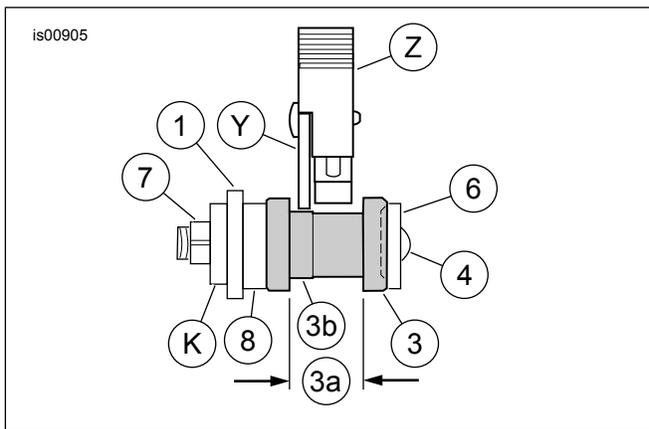

**Figura 3. Instradamento del tubo flessibile dell'aria sui modelli del 2003 e successivi**
7. Per i modelli dal **1997 fino a tutto il 2001**, fissare i due raccordi dell'aria attraverso i due fori inferiori (segnati con "F" e "R") nella staffa del lato destro. I modelli **2002** hanno solo un raccordo dell'aria, che deve essere installato nel foro segnato "F" sulla staffa del LATO DESTRO. Per i modelli dal **2003 in poi**, vedere la Figura 3. Rimuovere il tubo flessibile dell'ammortizzatore del **lato sinistro** dalla valvola dell'aria e reinstrarlo sotto l'attacco superiore dell'ammortizzatore. Reperire il foro non utilizzato in posizione più arretrata nella parte inferiore del coperchio del supporto del parafango, direttamente di fronte all'ammortizzatore di sinistra. Utilizzare la fascetta (2) per fissare il tubo flessibile su questo foro ed impedire che finisca attorcigliato o schiacciato. Reinstallare il tubo flessibile dell'aria sulla relativa valvola, ed installare questa nel foro segnato con "F" sulla staffa del LATO SINISTRO. Aggiungere aria all'ammortizzatore, secondo le istruzioni del manuale di manutenzione.